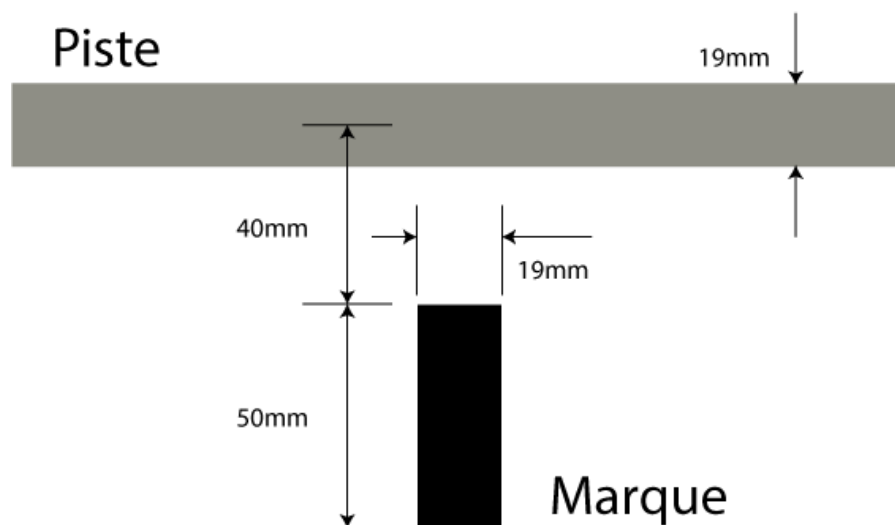

Figure 2 : Position et dimensions des marques
- Toutes les marques mesurent 19 mm de large et 50mm de long. Elles sont éloignées de 40 mm du centre de la piste (Figure 2).